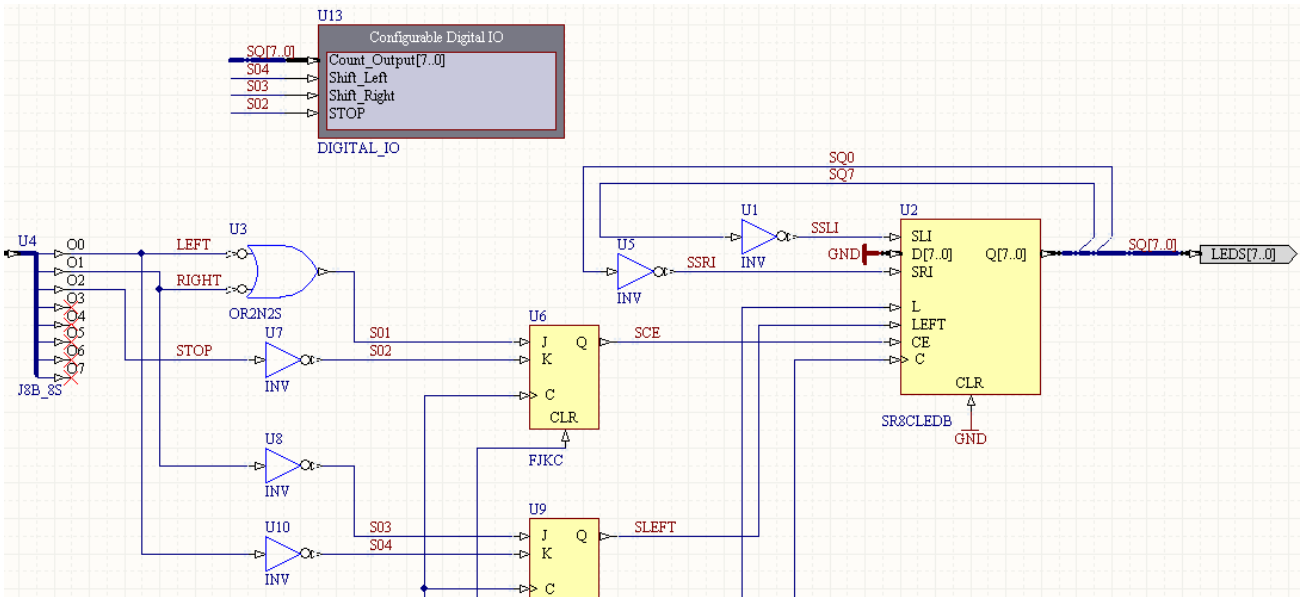

図 35 シンプルカウンタのデザインに配置され、接続されたデジタル I/O
7. 図 35 のように、計器を接続します。注意していただきたいのは、乱雑な接続を避けることです。そのため、ネットラベルを使用してモニタしたい信号 (S04, S03, S02) を取り出します。このようなネットラベルは、データ取得ポイントのためにすでに作ってあるので、コピー&ペーストすれば事足ります。注意していただきたいのは、モニタしている信号は、すでにそれぞれの変換器を通過した後のものだけということです。このことは、DIP スイッチに関連するスイッチがアクティブであるために起こります。したがって、Off よりも、ON ポジションに設定されたときに、ライトの点灯を確認するほうがよいでしょう。